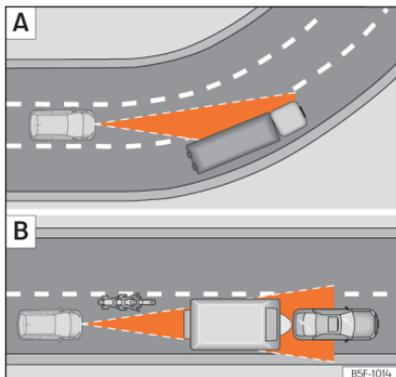

Abb. 142 [A] Fahrzeug in einer Kurve. [B] Vorausfahrender Motorradfahrer außerhalb des Erfassungsbereichs des Radarsensors.
Es ist möglich, dass die ACC das vorausfahrende Fahrzeug in der Kurve nicht erkennt oder die Entfernung zu Fahrzeugen einstellt, die sich auf anderen Fahrspuren befinden >>> [Abb. 142]
- Versetzt fahrende Fahrzeuge oder Fahrzeuge, die außerhalb des Erkennungsbereichs des Sensors fahren, z. B. Motorräder >>> [Abb. 142]